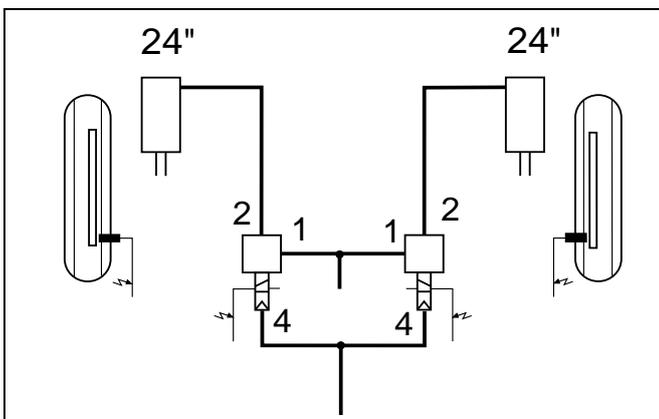

Abb. 5 Steuer- und Vorratsleitung möglichst symmetrisch aufteilen und den Ventilen zuführen.
- Die Position der ABS Relaisventile im Fahrzeug und ihre Verrohrung zur linken und rechten Fahrzeugseite hin muss möglichst symmetrisch zur Fahrzeuggängsachse aufgebaut sein (Abb. 5).